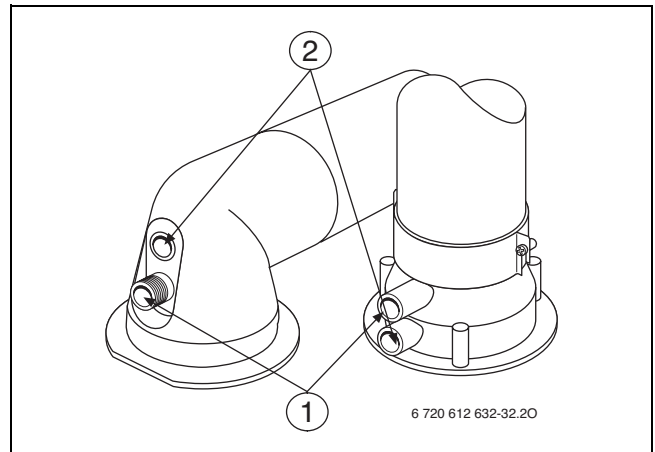

Рис. 58
- ▶ Видалити заглушку в штуцері для вимірювання параметрів повітря для спалювання (2) (→ рис. 58).
- ▶ Видалити заглушку у патрубку для вимірювання параметрів димових газів (1) (→ рис. 58).